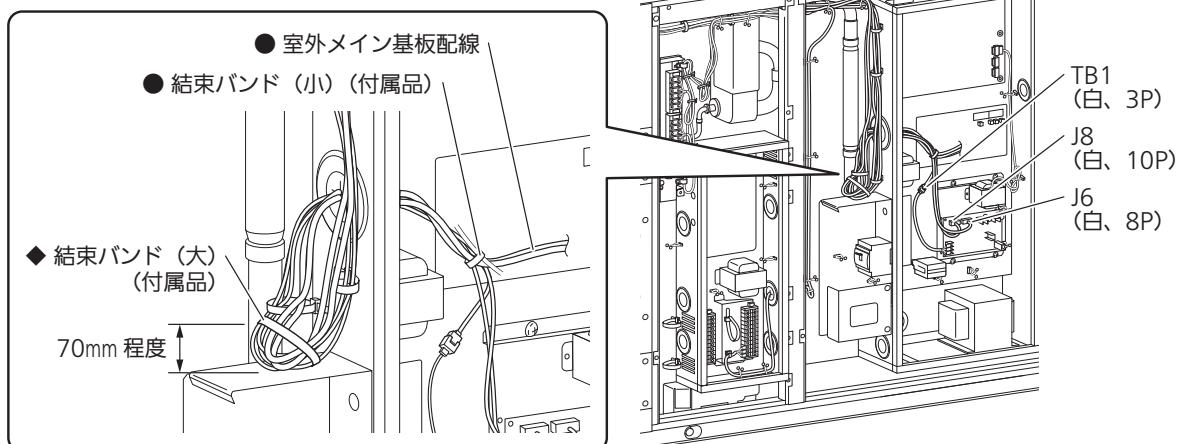

図13
⑪組立基板のJ8(白、10P)、J6(白、8P)および中継線TB1(白、3P)に接続してください。(図13)
⑫GHP電装ボックスに引き込んだ配線長さを調節し、室外メイン基板配線(2ページU形ガスヒートポンプチラー(一体型)背面詳細図参照)の束に結束バンド(小:1本、付属品)で結束してください。(図13●部)
⑬GHP電装ボックス左側面側の配線をまとめ、配線折り返し部の70mm程度上側に結束バンド(大:1本、付属品)で結束してください。(図13◆部)